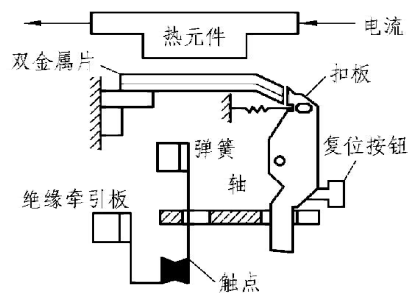

图 1.19 热继电器的工作原理示意图
**工作原理：**如图 1.19 所示，流入热元件的电流产生热量，使有不同膨胀系数的双金属片发生形变，当形变达到一定程度时，就推动连杆动作，使控制电路断开，从而使接触器失电，主电路断开，实现电动机的过载保护。热继电器一般需手动复位。